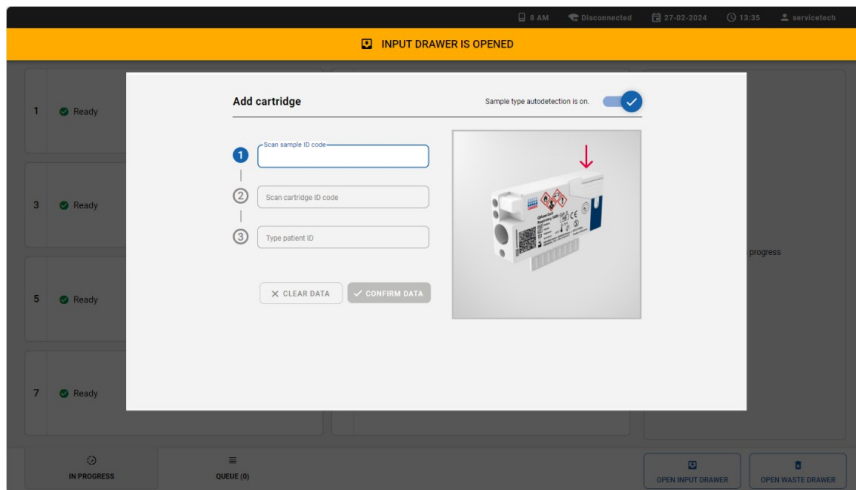

Abbildung 14. Bildschirm zum Scannen der Proben-ID.
1. Das Dialogfeld „Add Cartridge“ (Kartusche hinzufügen) wird angezeigt und der Scanner an der Vorderseite wird aktiviert. Scannen Sie den Proben-ID-Barcode auf der Oberseite der QIAstat-Dx Assay-Kartusche (die Position ist durch den Pfeil gekennzeichnet) (Abbildung 14).